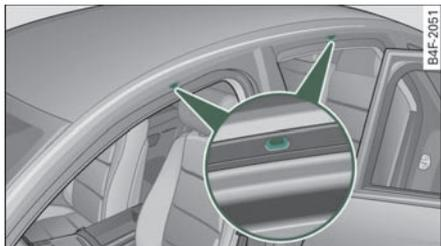

图 80 用于车顶行李架的固定点
- 在安装行李架时请注意，它们只能安装在车顶上的规定位置 => 图 80。